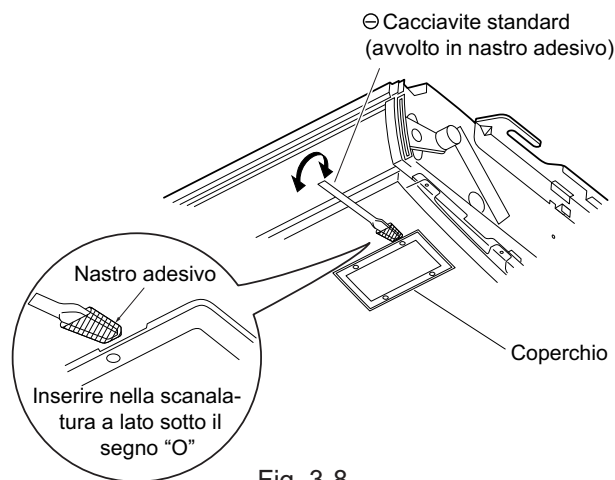

Fig. 3-8
- (2) Coprire la lama di un cacciavite con del nastro adesivo. Inserire la lama del cacciavite nella scanalatura sul lato del coperchio sotto il segno "O". Fare leva per aprire il coperchio. (Fig. 3-8)
- (3) Far passare il cavoisolato attraverso il pannello, quindi installare il ricevitore nel foro del pannello.